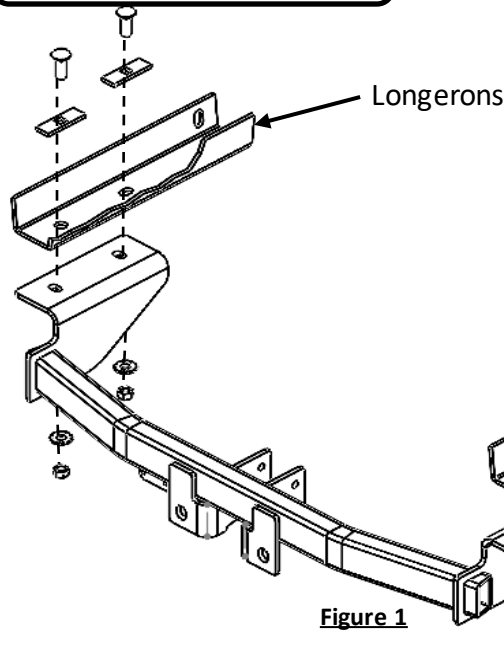

Figure 1
- Install hitch** - Feed the carriage bolts ① and spacers ② to attachment holes through access holes using the pull wires ⑤, see **Figures 1 & 2**. Leave pull wires attached. Raise the hitch into position and feed the pull wires through bracket holes. Remove pull wires and loosely install conical washers ③ and hex nuts ④ to the hitch.
- Installer l'attelage** - Acheminer les boulons de carrosserie ① et les espaceurs ② jusqu'aux trous de fixation par les trous d'accès à l'aide des fils de tirage ⑤, voir **Figures 1 et 2**. Laisser les fils de tirage attachés. Soulever l'attelage en position et acheminer les fils de tirage à travers les trous des supports. Retirer les fils de tirage et installer lâchement des rondelles coniques ③ et des écrous hexagonaux ④ sur l'attelage.